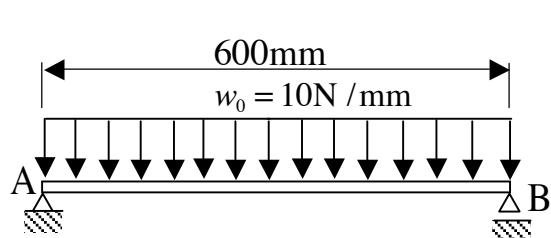
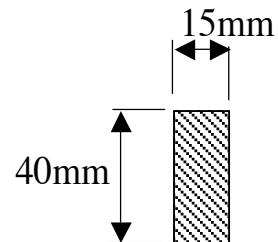

図 6
図 7
27. 図 6 に示すはりに発生する最大曲げ応力値  $\sigma_{\max}$ 、最大せん断応力値  $\tau_{\max}$ 、及びそれらの発生する位置を求めよ。ただし、はりの断面形状は、図 7 のとおりとする。